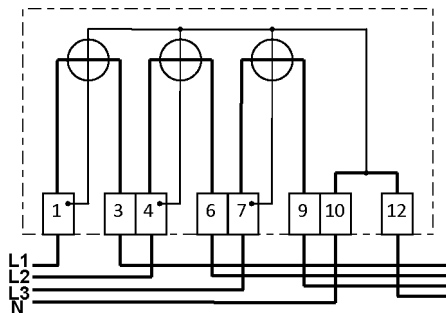

Abb. 14: Anschlussbelegung
4. ➔ Anschlussleitungen des Energieversorgers gemäß Anschlussplan (Abb. 14) an die Klemmen 1 (L1), 4 (L2), 7 (L3), 10 (N) anschließen.
Vorhandene Anschlussleitungen des Anschlussnehmers (unabhängig von der Energierichtung) gemäß Anschlussplan (Abb. 14) an die Klemmen 3, (L1), 6 (L2), 9 (L3) und 12 (N) anschließen.